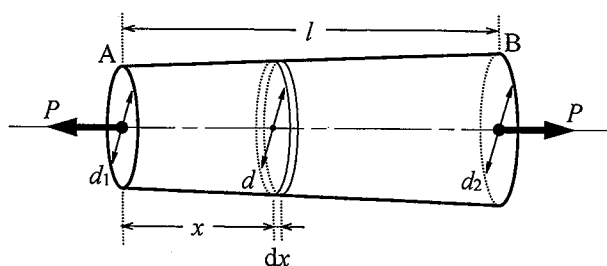
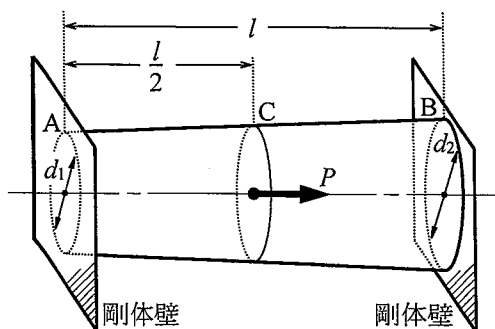
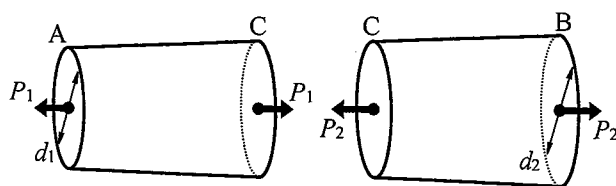

図 3.1
図 3.2
図 3.3
[3] 図3.1および図3.2に示すような、長さ l 、縦弾性係数 E の円錐台の棒（断面の直径が直線的に変化する丸棒）があり、棒の端面Aおよび端面Bの直径はそれぞれ d_1 および d_2 である（ $d_1 < d_2$ ）。この棒について以下の問いに答えよ。
(1) 図3.1に示すように、棒の両端に軸力 P を加えたときの棒の変形を考える。このために端面Aから距離 x の位置に長さ dx の微小要素を考える。なお、 dx は十分に小さく、微小要素の両断面の直径は等しいとする。以下の設問に答えよ。
(2) 図3.2に示すように、距離 l だけ離れた2つの剛体壁にこの棒の端面Aと端面Bを固定し、両端面中央の断面C（ $x = \frac{l}{2}$ ）において図の矢印の向きに軸力 P を加える。このとき、図3.3に示すように、AC間およびCB間に作用する図の矢印の向きの軸力をそれぞれ P_1 および P_2 とする。以下の設問に答えよ。